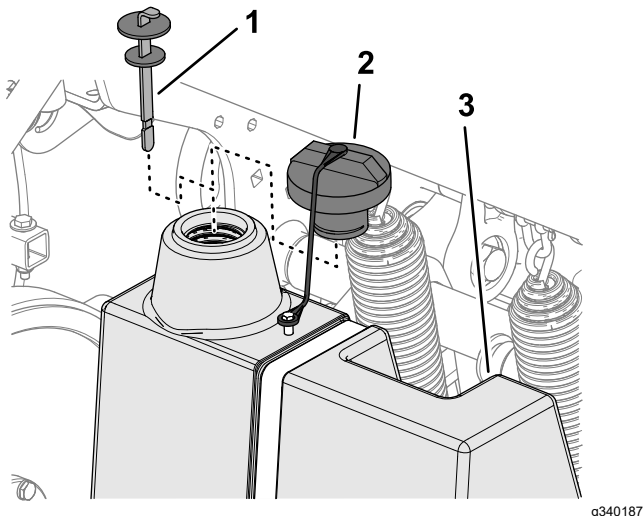

Figura 179
3. Pulite la zona intorno al collo del bocchettone e il tappo del serbatoio idraulico (Figura 179). Togliete il tappo dal collo del bocchettone.